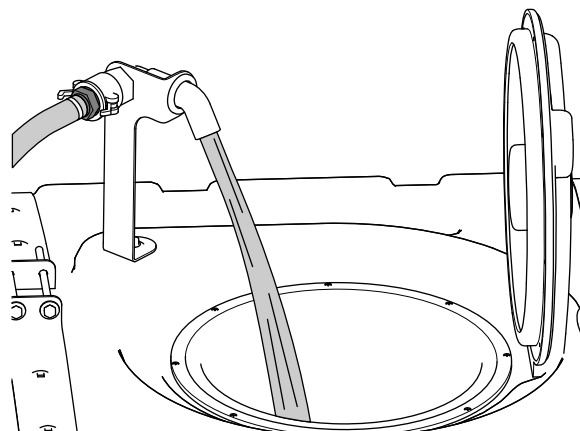

Рисунок 32
5. Залейте 3/4 требуемого объема воды в бак опрыскивателя (Рисунок 32).